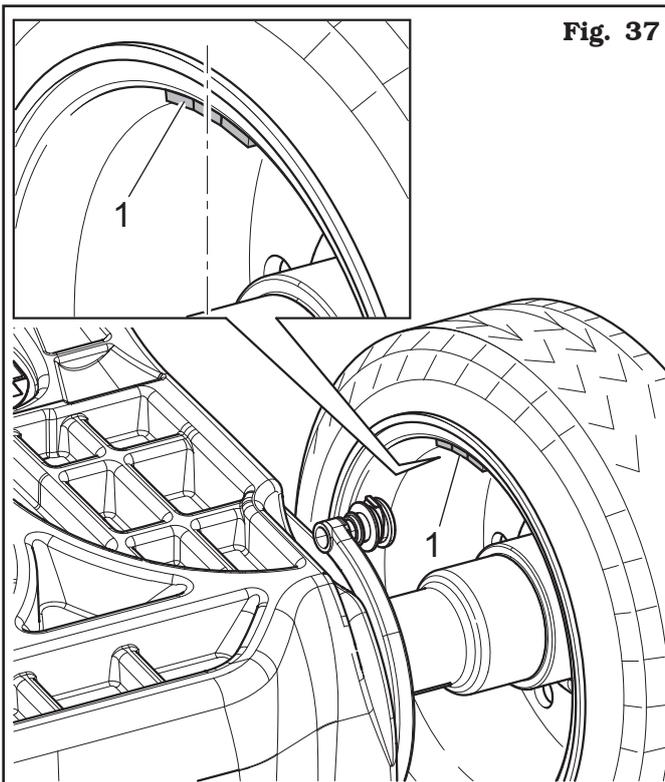

Fig. 37
Aplicar el peso adhesivo del lado interno de la rueda. El peso del lado interno se deberá colocar **a mano, arriba, en la vertical** – “horas 12” (ver Fig. 37 ref. 1).